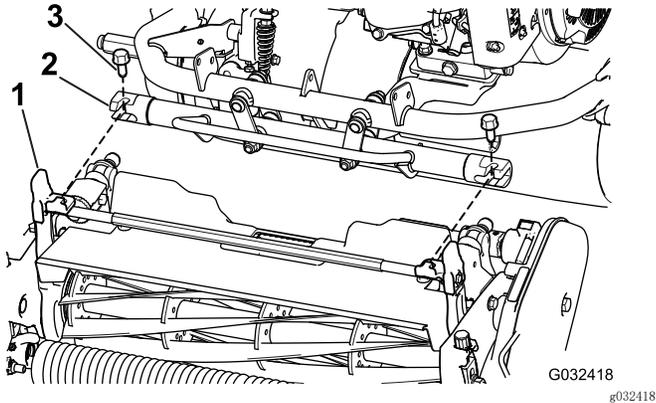

图7
4. 向前推动机架，直至其与滚刀组旋转臂完全接合（图7）。
5. 使用 2 个螺栓 ($\frac{3}{8}$ x $\frac{1}{4}$ 英寸) 将机架固定到滚刀组旋转臂上（图7）。